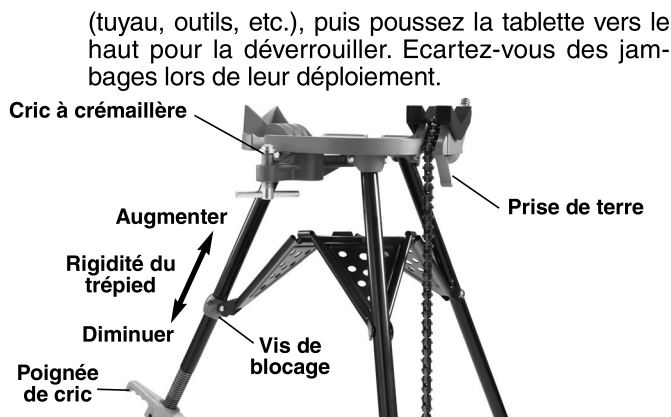

Figure 2 – Réglage de la tablette (460-12)
- Prise de terre** – Les étaux à tubes TRISTAND 460-6 et 460-12 dispose d'une barrette de mise à la masse pour appareil de soudure située sous l'étau (Figure 2).